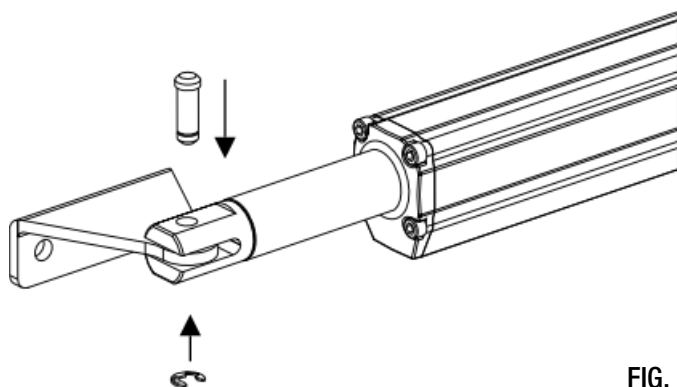

FIG. 7
1. Monter la plaque d'ancrage sur le piston (Fig. 7).